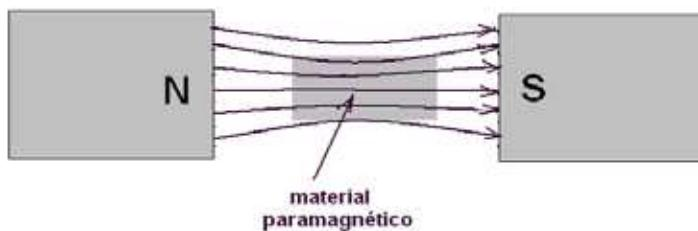

Figura 139 – Os materiais paramagnéticos concentram as linhas de força
**Paramagnéticos** - esses materiais têm uma susceptibilidade magnética positiva pequena. Isso significa que eles concentram as linhas de força de um campo magnético sendo, por esse motivo, atraídos pelos imãs. No entanto, eles não retém as propriedades magnéticas quando o imã é removido. Exemplos de materiais ferromagnéticos são o tântalo, magnésio e o lítio. Na figura 139 mostramos o que ocorre